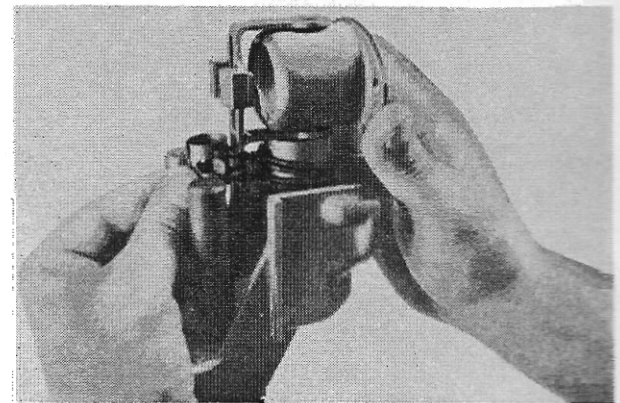

Abb. 58
1. Schaltbock (619) über die Schaltwellen schieben und mit den Schrauben (817), Federscheiben (806) und Muttern (810) am Gehäusedeckel befestigen. Drehfedern (613) auf das Rohr der Kulisse (610) drehen und in die Rasten des Bleches einhängen. Vormontierte Kulisse in die Bohrungen der Führungsbüchse (628) einhängen. Büchse (609) auf die Schaltgabel 3.—4. Gang schieben. Drehfedern in die Lappen der Büchse (609) einhängen (Abb. 58).